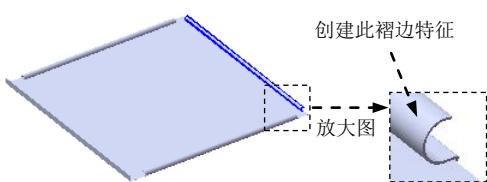
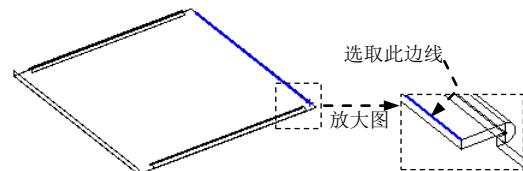

图 17.11.43 创建褶边 4
图 17.11.44 定义特征的边线
Step11. 创建图 17.11.43 所示的褶边 4。选择下拉菜单 **插入(I)** → **钣金(H)** → **褶边(E)...** 命令；单击 **边线(E)** 区域中的“折弯在外”按钮 **C**。选取图 17.11.44 所示的